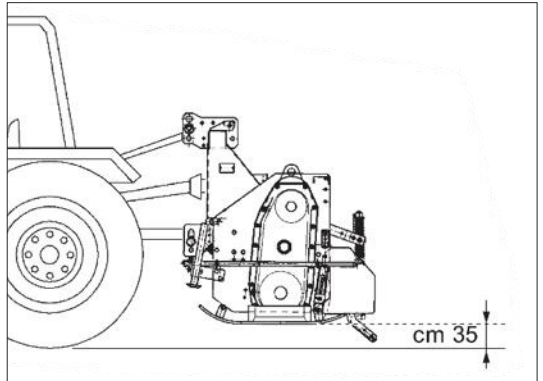

図 56
- 道路移動の際、またはロータリーハローSC PRO を上げる必要のあるときには、ロータリーハローSC PRO 全体が地面から約 35 cm よりも高く上がらないように、トラクターのリアリンクリフトユニットを調整することをお勧めします。(図 56)